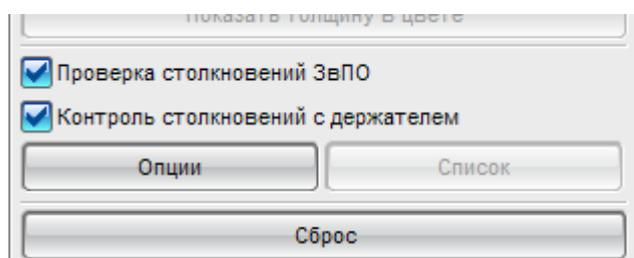
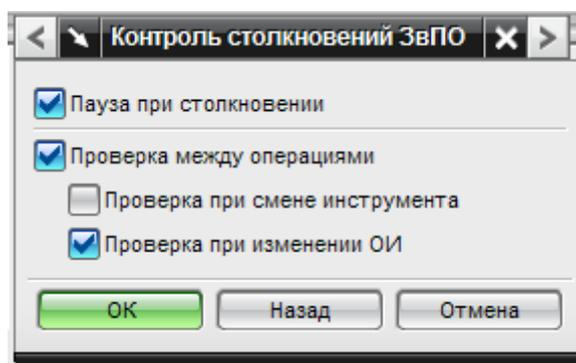

Рис. 2.49. Настройки параметров проверки на столкновения
Рис. 2.50. Включение паузы при столкновении и проверки при изменении оси инструмента
- выберите вкладку **2D динамически**, затем выберите **Опции** (см. рис. 2.49) и включите **Пауза при столкновении** и **Проверка при изменении ОИ** (см. рис. 2.50);